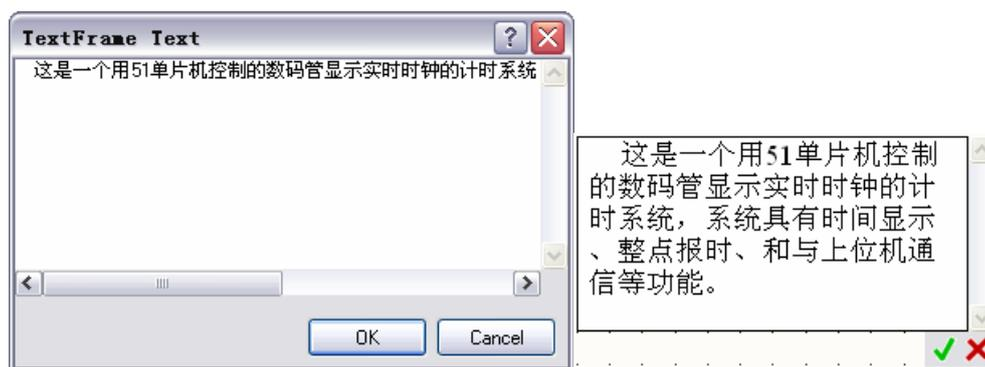

图 3-108 文本框内容编辑的两种方法
- 【Text】文本内容设置：点击【Change】按钮弹出图 3-108 左图所示的文本内容编辑框，在此可以对大段的文本进行编辑；
文本框的内容除了在上面所述的在其属性对话框中进行设置外还可以在线编辑。点击文本框使文本框处于选中状态，这时可以拖动文本框四周的八个控制点改变文本框的大小。再次点击文本框则使文本框进入在线内容编辑状态，如图 3-108 的右图，编辑完成后点击右下角的‘√’完成并保存修改，或是点击‘×’放弃修改。